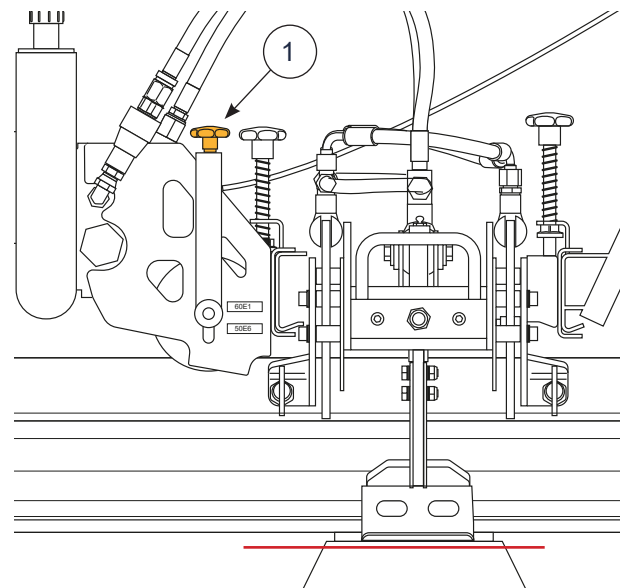
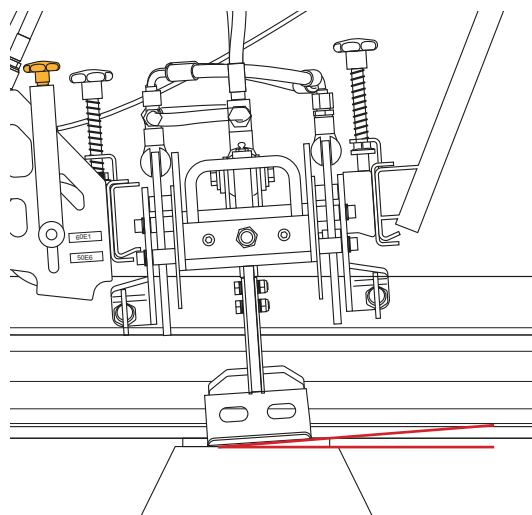
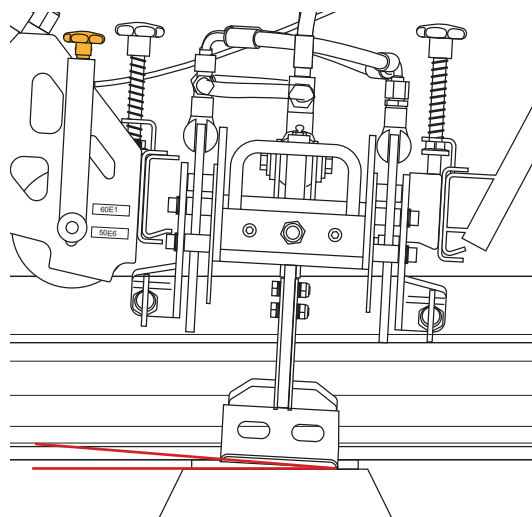

Fig 32. Ajustement correct
Fig 33. Too low
Fig 34. Too high
Tourner le bouton (1), Fig 32 pour ajuster la hauteur correcte.
Lorsque la hauteur est correctement réglée, la tête de travail est en position horizontale Fig 32
Si la tête de travail est trop basse (Fig 33), tourner le bouton de réglage dans le sens des aiguilles d'une montre, pour la soulever jusqu'à la position horizontale, conformément à Fig 32
Si la tête de travail est trop haute (Fig 34), tourner le bouton de réglage dans le sens contraire des aiguilles d'une montre, pour l'abaisser à la position horizontale conformément à Fig 32.